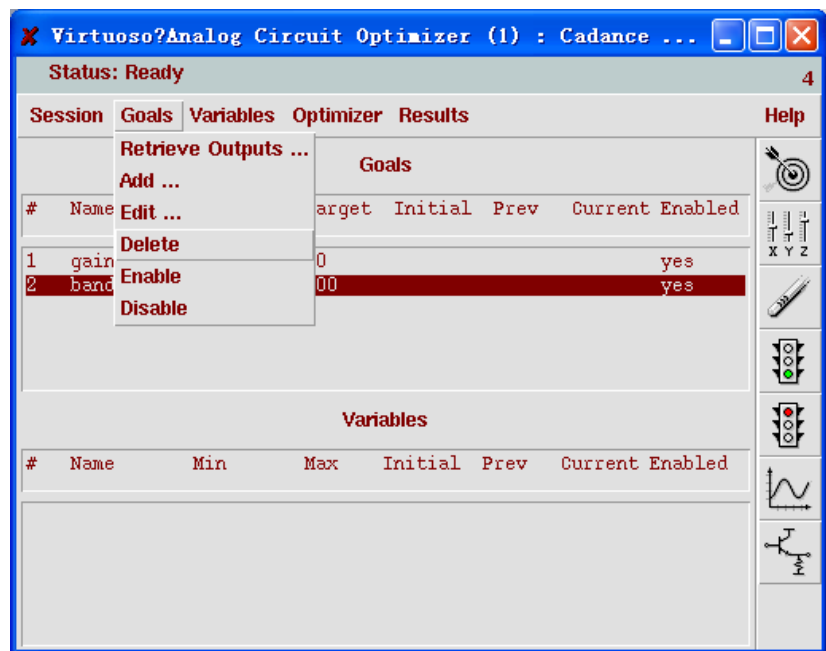
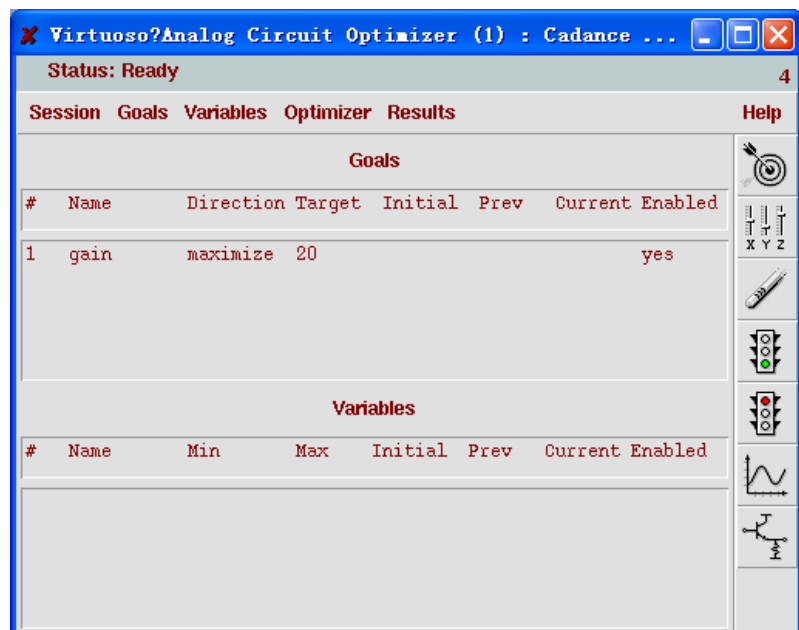

图 11.18 删除优化对象窗口
图 11.19 对象被删除后的“Virtuoso® Analog Circuit Optimizer”窗口
- 1) 在“Virtuoso® Analog Circuit Optimizer”窗口中选择需要删除的对象。对象选中后将被高亮显示。例如在图 11.18 中选择了以单级放大器的带宽为对象的优化。
- 2) 选择“Goals →Delete”如图 11.18 所示，或者点击“Tool Bar”中的“Delete”按钮。图 11.19 显示了对象被删除后的“Virtuoso® Analog Circuit Optimizer”窗口。